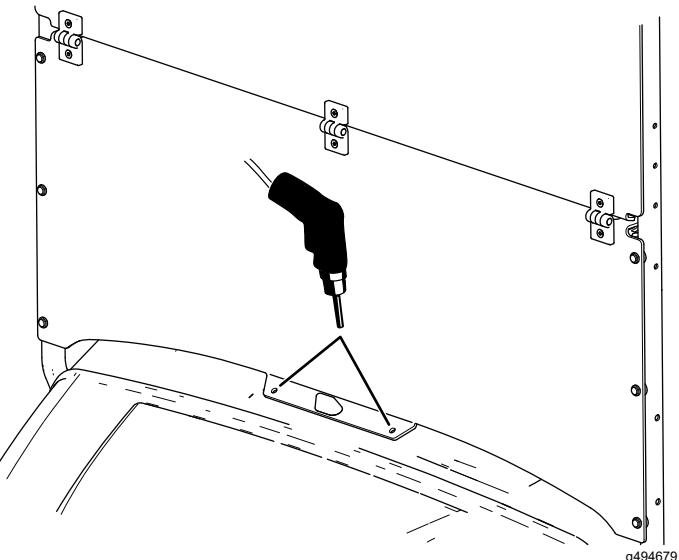

図9
5. ウィンドシールドを型紙として使って、ダッシュ部に穴8 mmを2つ開ける図9。